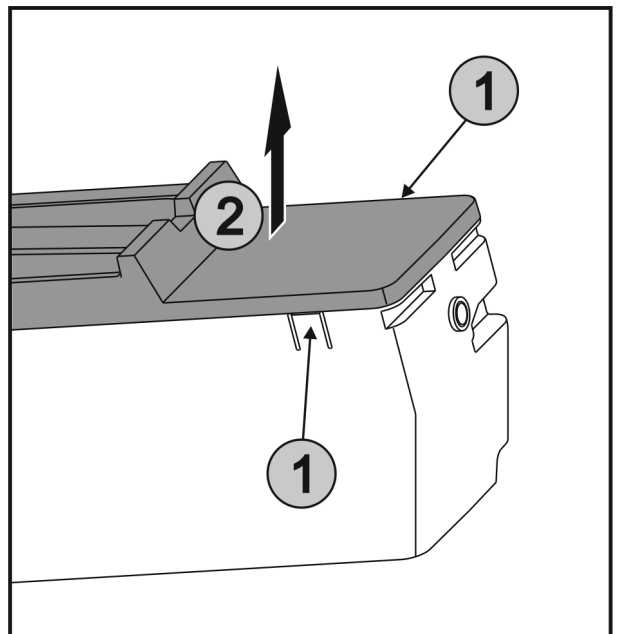

Fig. 48
- ▶ Stlačte západky Fig. 48 (1) na obou stranách EasyTwist-Ice současně a sejměte kryt Fig. 48 (2) směrem nahoru.